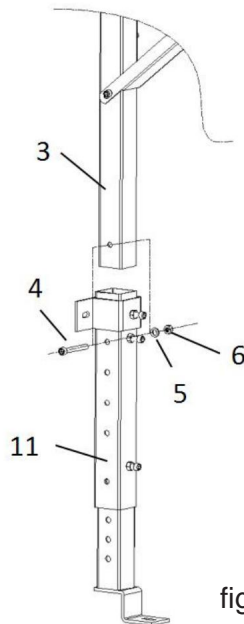

figura 5
- A. Far scorrere la barra verticale estesa (3) nella staffa estesa (11) e fissarla in posizione con bullone (4), rondella (5) e controdado (6) nella posizione adatta, la posizione di la staffa estesa (11) può essere regolabile. Mostrare come figura 5.